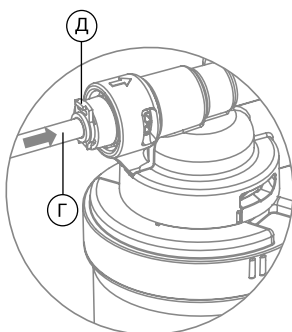

Рис. 8
3. Вставьте трубку в фитинг на вход в фильтр через цанговое кольцо (Г) и стопорную клипсу (Д) до упора (рис. 8). Для герметизации соединения, приложите дополнительное усилие, при этом трубка утопится еще примерно на 3 мм и будет плотно обжата резиновым кольцом фитинга. Аналогичным способом подключите трубку в фитинг на «выход» из фильтра.